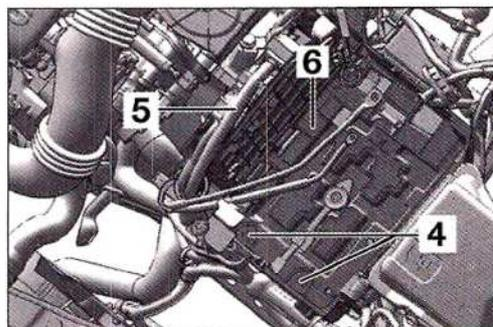

FIG. 2
- El resonador de admisión (2).
- La tapa embellecedora de la batería (3).
- Desmontar los tornillos de fijación (4) del soporte (Fig.2).